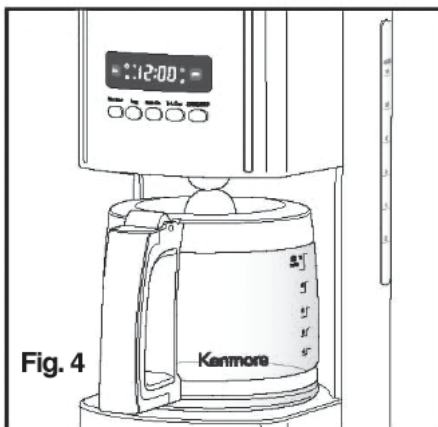

Fig. 4
2. Utilisez la carafe pour remplir le réservoir d'eau de la cafetière jusqu'au niveau souhaité avec de l'eau froide. Il y a un indicateur marqué de 4 à 12 tasses (600 mL à 1 800 mL) sur le réservoir d'eau de la cafetière et sur les côtés de la carafe (voir Fig. 4). Ces marques indiquent la quantité d'eau froide nécessaire pour chaque tasse de café. La quantité de café infusé sera légèrement différente en raison du café moulu absorbant une quantité d'eau.